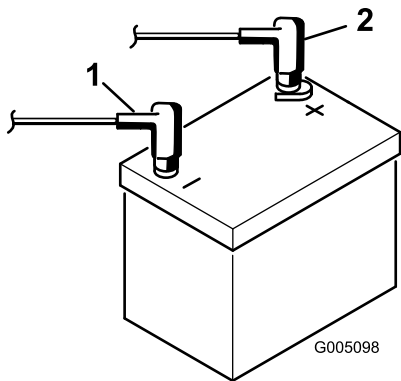

Figura 6
9. Instale o cabo positivo (vermelho) no terminal positivo (+) e o cabo negativo (preto) no terminal negativo (-) da bateria e fixe-os com os parafusos e as porcas (Figura 6). Coloque a proteção de borracha sobre o terminal positivo para evitar um curto-circuito.